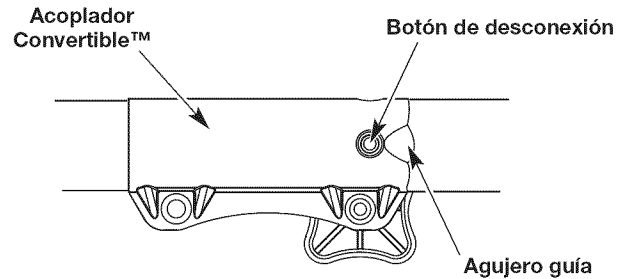

Fig. 7
**NOTA:** Alinear el botón de desconexión con el agujero guía facilitará la instalación (Fig. 7).
2. Oprima y sostenga el botón de desconexión (Fig. 7).